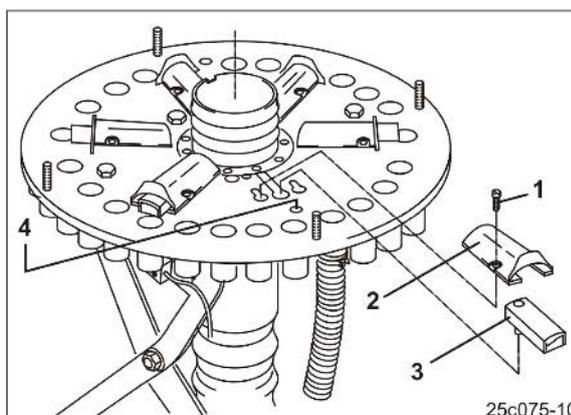

Fig. 115
Die Schieber (Fig. 115/2) bei Nichtgebrauch deaktivieren. Deaktivierte Schieber verschließen die Zuläufe zu den Fahrgassenscharen nicht.
5. Schrauben (Fig. 115/1) lösen.
6. Schiebertunnel (Fig. 115/2) entfernen.
7. Der Schieber (Fig. 115/3) steckt, wie dargestellt, in der Führung.
8. Schieber (Fig. 115/3) umdrehen und in die Bohrung (Fig. 115/4) stecken.
9. Schiebertunnel (Fig. 115/2) auf der Grundplatte anschrauben.